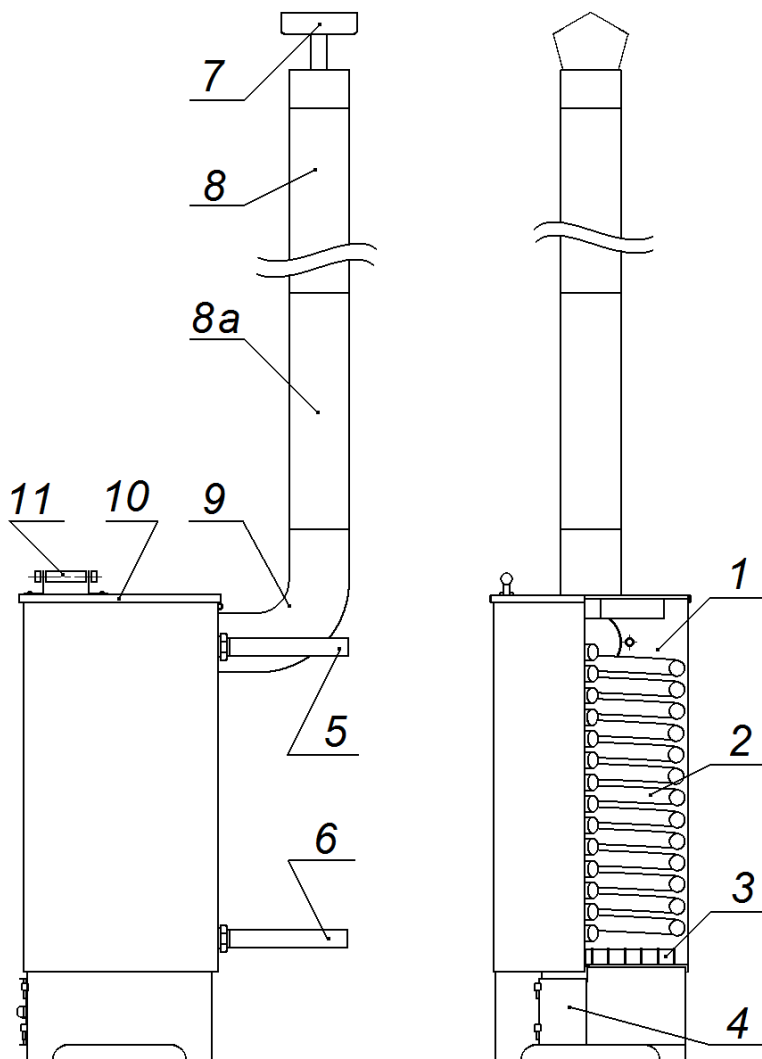

Рисунок 1. Устройство водонагревателя:
Водонагреватель ДАНА (далее «нагреватель») – проточный твердотопливный нагреватель, предназначенный для нагрева воды в бассейне. Устройство нагревателя показано на рис. 1.
2. СБОРКА НАГРЕВАТЕЛЯ (см. рис. 1)